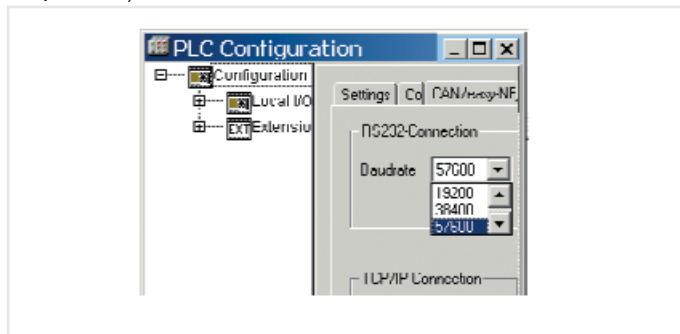

Рис. 67: Определение коммуникационных параметров ЦПУ
Параметры ЦПУ впоследствии могут быть определены снова (→ Рис. 67). Эти параметры можно затем ещё изменить и для ПК.
- В выпадающем списке выберите скорость передачи "Baudrate" (например 57,600 бит/с, как показано на рис. 67).